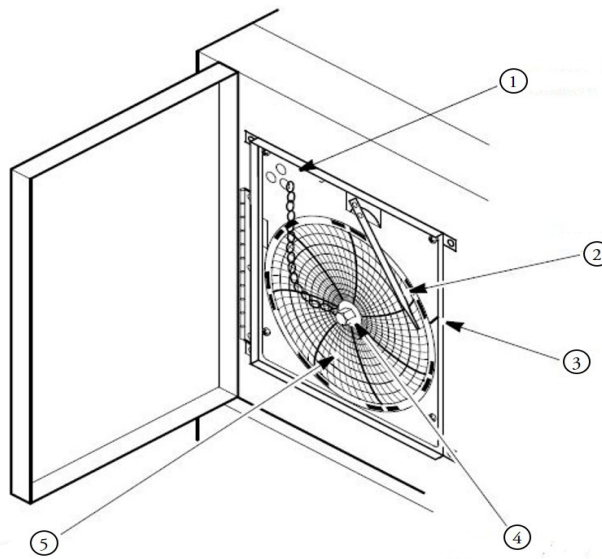

Figura 15. Datenerfassungssystem
3. Schrauben Sie die Mutter in der Mitte los, entfernen Sie das alte Papier und legen Sie einen neuen Bogen ein. Richten Sie den Tag und die Uhrzeit sorgfältig nach der Referenzmarke (eine kleine Nut auf der linken Seite des Datenerfassungsbereichs, wie dargestellt in *Figura 15*) auf dem Datenerfassungsgerät aus.
4. Bringen Sie die Achsmutter wieder an und drehen Sie sie von Hand fest. Drücken Sie erneut auf die Schaltfläche (3), um die Temperaturerfassung fortzusetzen.